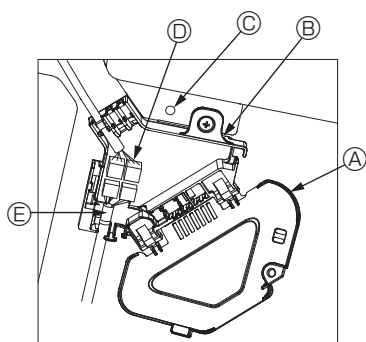

Fig. 6-9
- ① Retirez la vis qui verrouille le couvercle de la boîte de raccordement, faites glisser le couvercle dans la direction de la flèche, comme indiqué sur le schéma, puis ouvrez le couvercle.
- ② Dans la boîte de raccordement, repérez le fil de jonction du moteur d'ailette de la grille et le fil du moteur d'ailette, puis raccordez les fils. (Fig. 6-9)